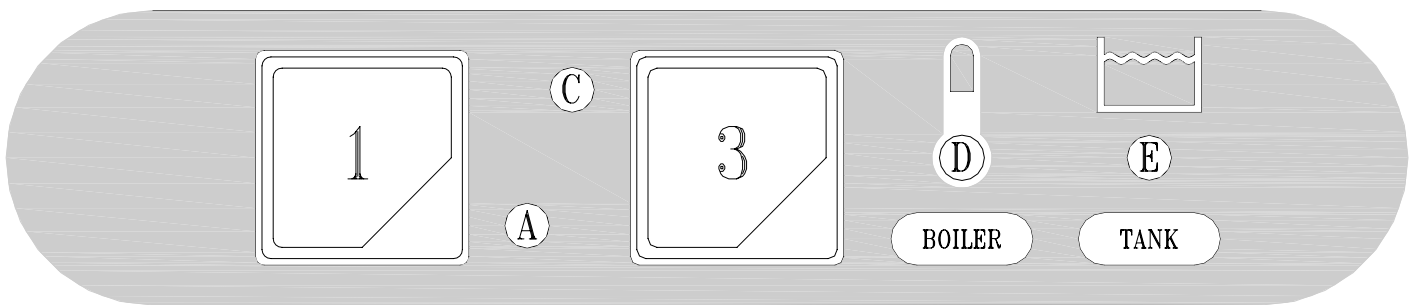

Fig. 3-2
- A riempimento avvenuto, aprire la porta (I) e introdurre il detersivo (ca. 2 gr. Per litro di capacità della vasca). Inserire il cesto (L) carico e chiudere la porta (I). A questo punto premere il pulsante START (3) (almeno per 2 secondi) e avrà inizio il ciclo di lavoro visualizzato dalla lampada spia (C): a fine del ciclo coincide con lo spegnimento di questa spia. Per spegnere la macchina si dovrà disinserire l'interruttore (1) portandolo nella posizione (0) spia (A) spenta. (fig.3-2÷3-3).
**N.B.:** Non è possibile avviare il ciclo di lavaggio fino a quando la spia (E) non sarà accesa.
*E' consigliato avviare il ciclo di lavoro quando la spia del boiler (D) sarà spenta, come indicato al punto 3.2 Messa in funzione giornaliera .*
- When the water intake cycle is complete, open the door (I) and add detergent (about 2 g. per litre of tank capacity). Position the full basket (L) and close the door (I). Now press the START button (3) (at least for 2 seconds) and the wash cycle displayed by light (C) will start. When the cycle is over, this light goes out. To turn off the appliance, turn the switch (1) to 0. Light (A) indicates the appliance is off (fig.3-2÷3-3).
**N.B.:** It is not possible to start a washing cycle till the warning light (E) is off.
*It is recommended to start a work cycle when the boiler warning light (D) is off, as indicated at point 3.2 - Daily Start Up.*
- Nach erfolgter Füllung die Tür (I) öffnen und das Spülmittel einfüllen (ca. 2g/l Fassungsvermögen des Spülbehälters) Den gefüllten Geschirrkorb (L) einsetzen und die Tür (I) schließen. Nun die START-Taste (3) mindestens 2 Sekunden lang drücken, und das Spülprogramm beginnt, die Kontrolllampe (C) leuchtet auf und am Programmende erlischt die Kontrolllampe. Um das Gerät auszuschalten, muß der Schalter (1) auf die Position 0 gestellt werden, die Kontrolllampe (A) erlöscht (fig.3-2÷3-3).
**N.B.:** Solange die Kontrolllampe (E) nicht aufleuchtet, kann der Spülgang nicht gestartet werden.
*Es wird empfohlen den Arbeitsgang zu starten, erst wenn die Kontrolllampe vom Boiler (D) erlöscht ist, wie in Abschnitt 3.2 "Tägliche Inbetriebnahme" angegeben.*
- Lorsque le remplissage est terminé, ouvrir la porte (I) et verser le déterfif (environ 2 g pour chaque litre remplissant la cuve). Introduire le panier (L) plein et fermer la porte (I). A ce stade, presser le bouton-poussoir START (3) (au moins 2 secondes) et le cycle de fonctionnement commencera, visualisé par la lampe-témoin (C). La fin du cycle coïncide avec l'extinction de ce voyant. Pour arrêter la machine, il faudra débrancher l'interrupteur (1) en le ramenant sur la position 0: lampe-témoin (A) (fig.3-2÷3-3).
**N.B.:** Il n'est pas possible de commencer le cycle de lavage jusqu'à quand la lampe-témoin (E) n'est pas allumée.
*Il est conseillé de commencer le cycle de travail quand la lampe-témoin (D) sera éteinte, comme indiqué au point 3.2 – Mise en Marche.*
- Después del llenado, abra la puerta (I) y vierta el detergente (2 gramos aproximadamente por litro de capacidad de la cuba). Introduzca el cesto (L) carga y cierre la puerta (I). Pulse ahora START (3) (almenos durante 2 segundos) para arrancar el ciclo de trabajo: se enciende la luz testigo (C), que se apagará al final del ciclo. Para apagar la máquina desconecte el interruptor (1): posición 0, luz testigo (A) apagada (fig.3-2÷3-3).
**N.B.:** No es posible empezar el ciclo de lavado hasta que el piloto (E) no se enciende. Se aconseja empezar el ciclo de trabajo cuando el piloto del caiderin (D) esté apagado, como indica el punto 3.2 Puesta en función diaria.